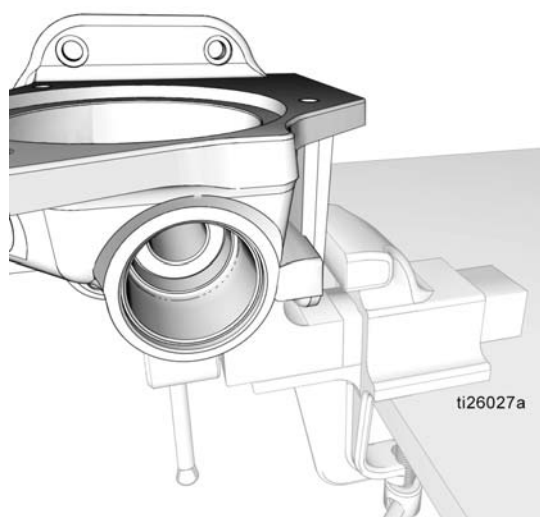

FIG. 39
- 4. Replacer la base de la pompe (1) dans l'étau comme indiqué à la FIG. 39.